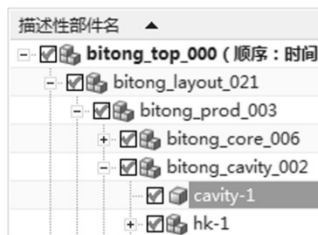

图 16-41 选中“cavity-1”
(2) 在“装配导航器”中选中“cavity-1”（型腔零件图），如图 16-41 所示。